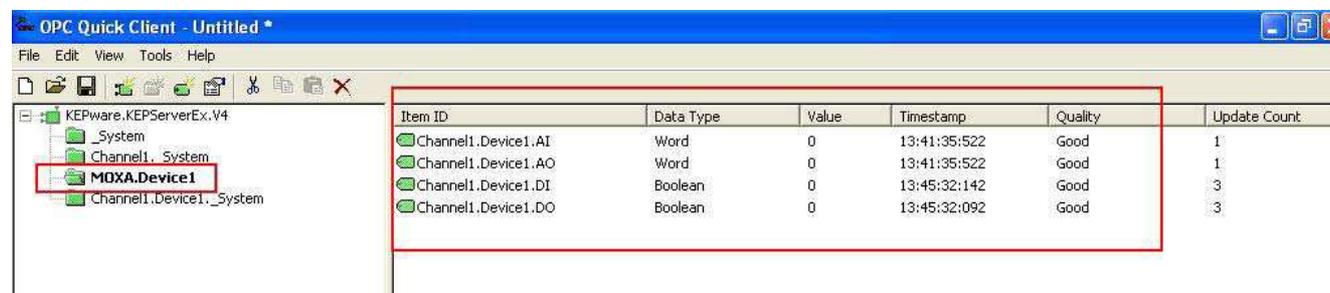

Рис.16
2.14 Выберите устройство и посмотрите параметры каналов DI, DO, AI и AO и их значения (Рис.16):